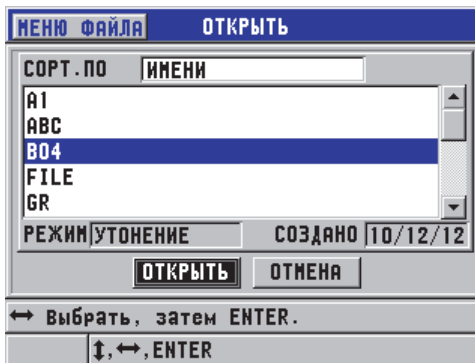

Рис. 6-27 Открытие файла
2. В окне **ОТКРЫТЬ** (см. Рис. 6-27 на стр. 123):